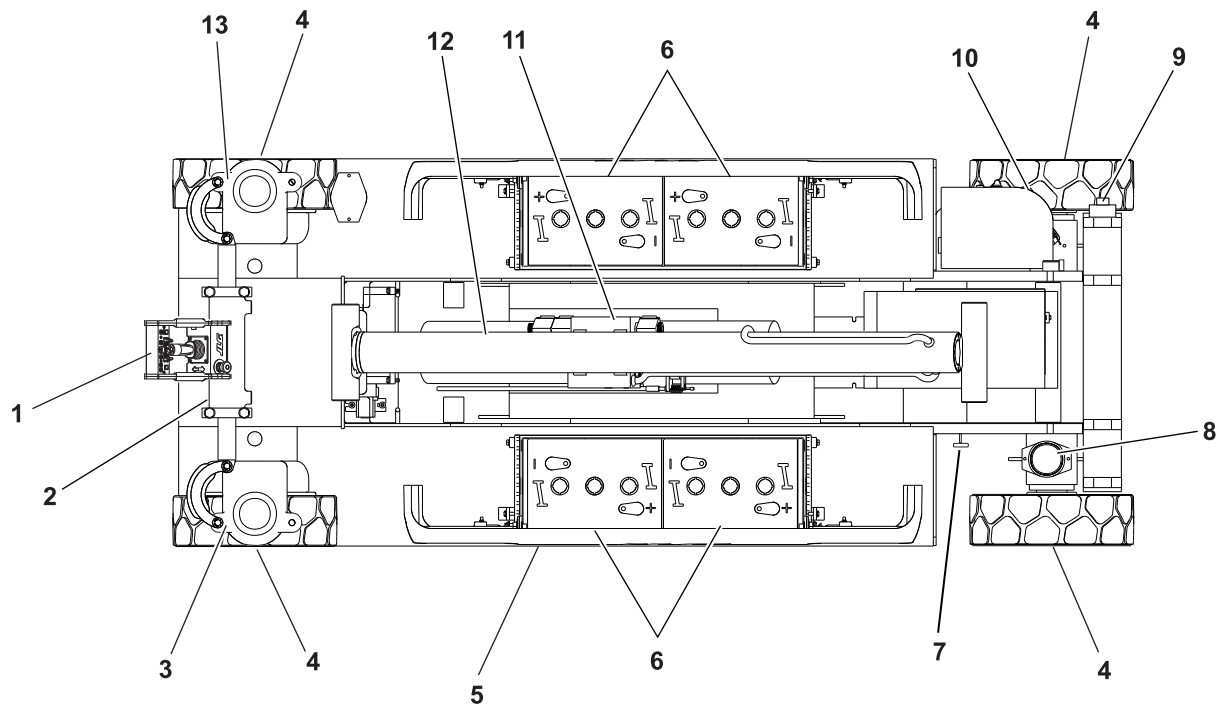

Figura 2-1. Inspeção exterior diária – Folha 1 de 2
5. **Inspeção exterior** — Consultar a figura 2-1